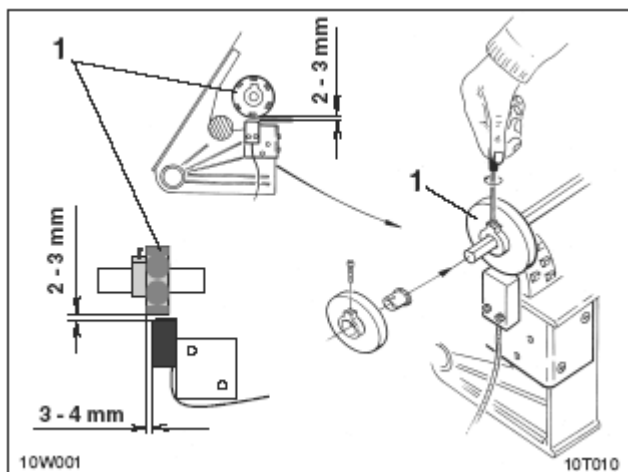

Рис. 10.4
- ☐ Закрепите держатель (рис. 10.4/1) с 6 магнитами на промежуточном валу.